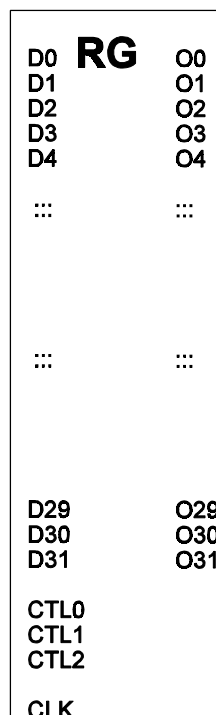

Abb. 5
13. Entwerfen Sie ein vollsynchron arbeitendes 32-Bit-Register (Abbildung 5) mit den Funktionen gemäß folgender Tabelle.